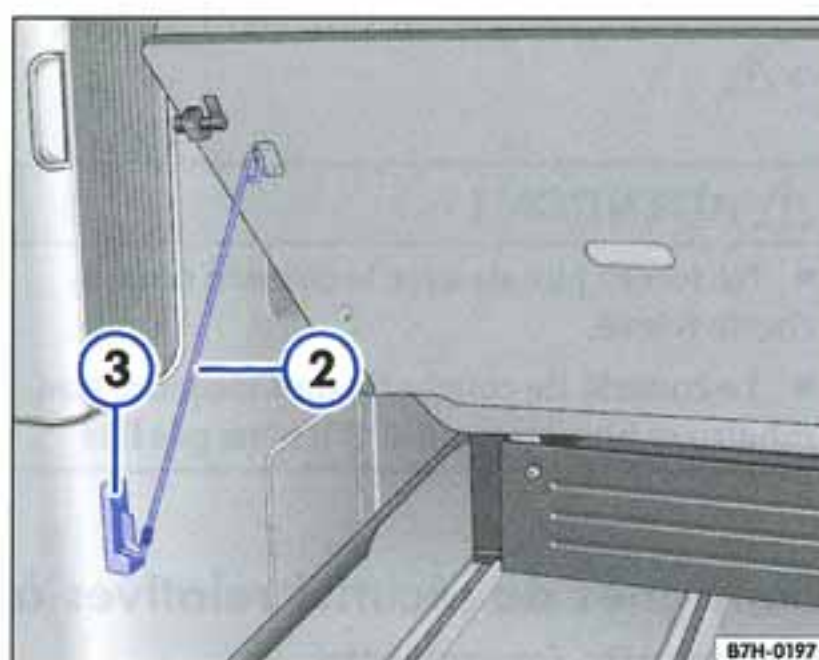

Fig. 20 Coussin de couchette relevé facilitant l'accès au coffre à bagages
- Insérez l'extrémité de la béquille dans le support ⇒ page 35, fig. 20 ③.